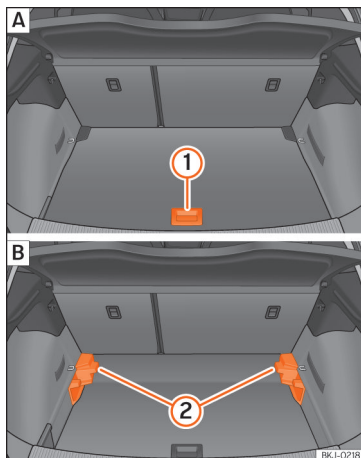

Abb. 138 Variabler Gepäckraumboden: **A** Hochstellung; **B** Tiefstellung.
- Um von der niedrigen in die hohe Position überzugehen, heben Sie den Boden am Haltegriff »» (Abb. 138) ① an und ziehen Sie ihn nach hinten, bis der vordere Teil des Bodens vollständig über den Halterungen ② liegt.
- Den Gepäckraumboden nun bis zum Anschlag an den Rücksitzlehnen nach vorne schieben und mit Hilfe des Haltegriffs ① absenken.
- Um von der hohen in die niedrige Position überzugehen, heben Sie den Boden am Haltegriff »» (Abb. 138) ① an und ziehen Sie ihn nach hinten, bis der vordere Teil des Bodens vollständig über den Halterungen ② liegt.
- Den vorderen Teil auf den Boden absenken und diesen bis zum Anschlag an den Rücksitzlehnen nach vorn verschieben und dabei den Boden gleichzeitig mit Hilfe des Haltegriffs ① absenken.
- Bei einem variablen Boden in hoher Position diesen am Haltegriff anheben »» (Abb. 138) ①, daran ziehen und in Richtung der Rücksitzlehne bewegen bis der Boden an der Scharnierlinie eingeklappt wird und sich der bewegliche Teil des Bodens auf diesem befindet.